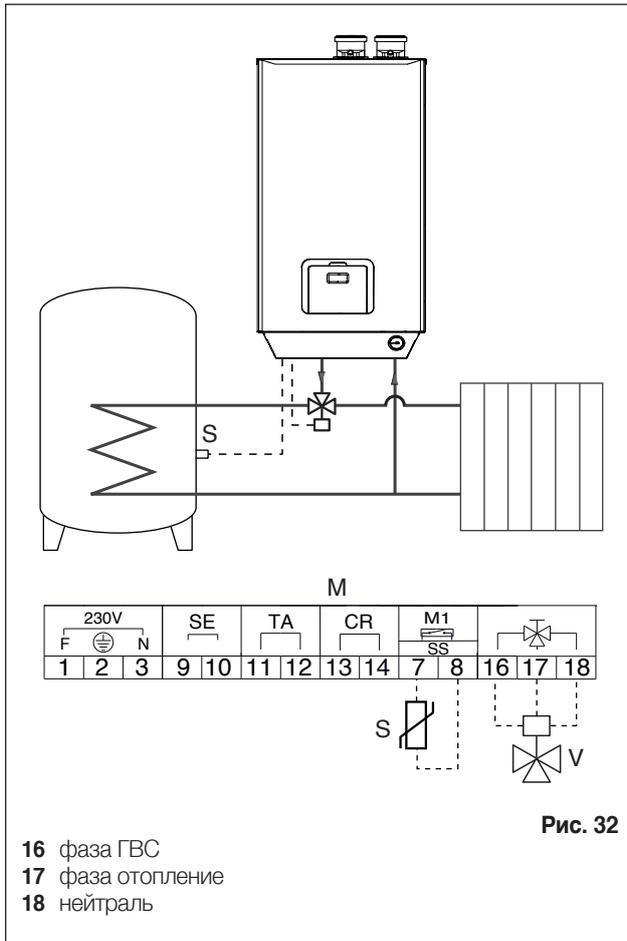

Рис. 32
- Смонтируйте гидравлический контур, как показано на Рис. 32
- Подключите провода трехходового клапана (V) к контактам 16, 17, 18 на клеммной колодке котла (M)
- Присоедините провода датчика бойлера (S), поставляемого в качестве дополнительного аксессуара, к контактам 7 и 8 на клеммной колодке котла (M)